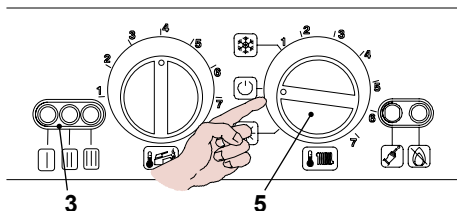

Figura 6.5
- Spegnerla la caldaia portando il selettore di funzione 5 sulla posizione "O" come in Figura 6.5.